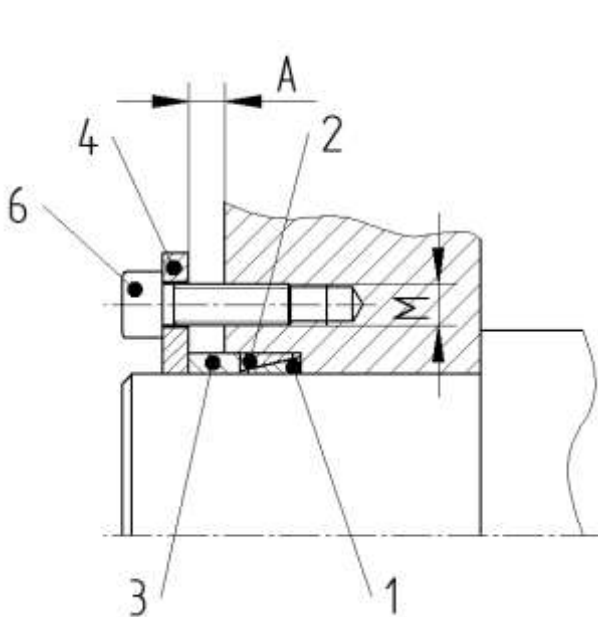

Bild 6) Einbauform 1
- Abstandsmaß A beachten (siehe Bild 6 und 7).
- Schrauben gleichmäßig über Kreuz auf das ermittelte Anziehdrehmoment  $T_A$  entsprechend der gewählten Schraubengröße (siehe Tabelle 1) mittels Drehmomentschlüssel anziehen. Vorgang ist so oft zu wiederholen, bis Anziehdrehmoment  $T_A$  bei allen Spannschrauben vorliegt. Den verbleibenden Spalt A auf Gleichmäßigkeit prüfen (siehe Bild 6 und 7).